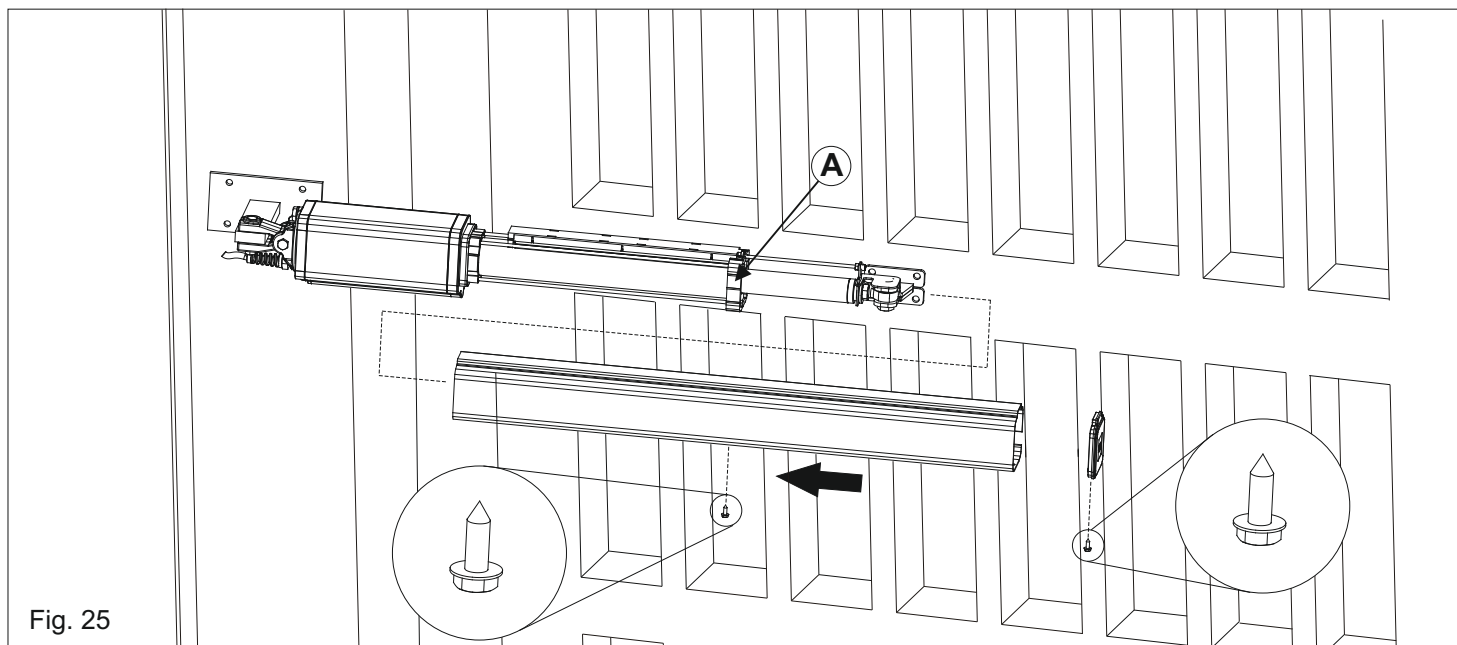

Fig. 25
S'assurer d'avoir inséré le cadre en plastique anti-vibration (A) avant d'insérer le couvre tige extrusé (Fig. 25).